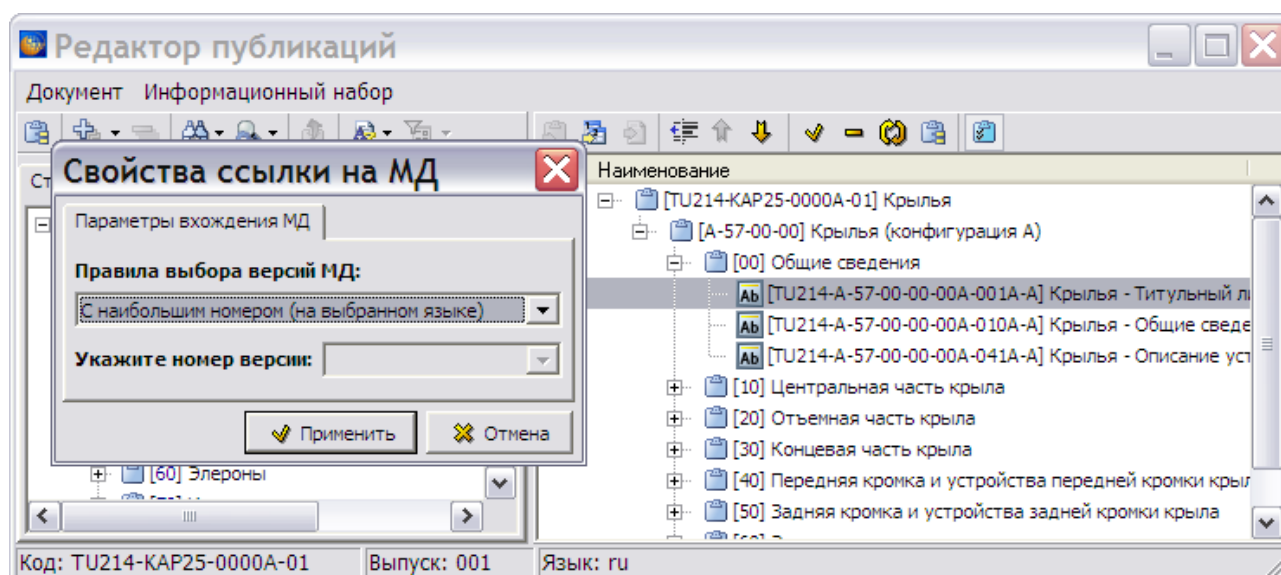

Рис. 24.13. Правила выбора версий МД
10. В процессе редактирования для каждого модуля данных проконтролируйте корректность задания правила выбора версий МД (Рис. 24.13). Окно свойств ссылки на МД вызывается из контекстного меню МД (пункт **Свойства**).